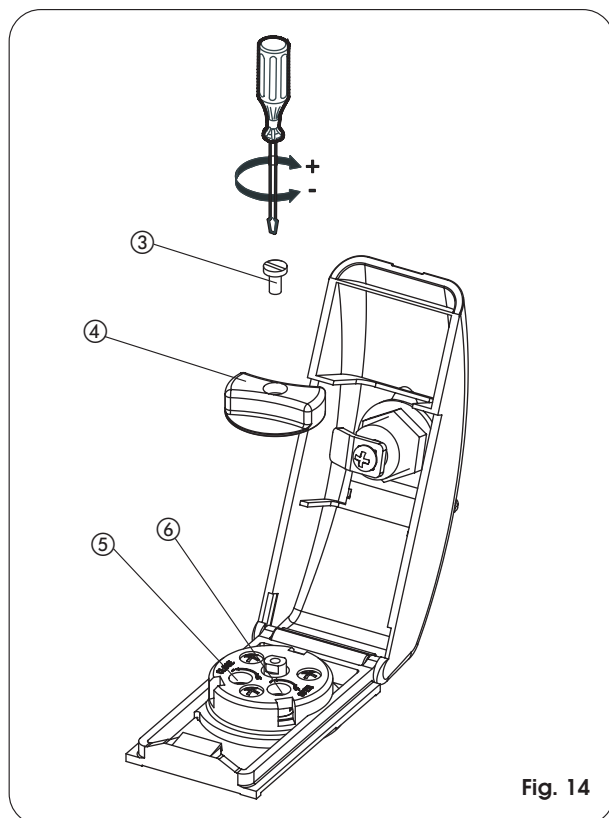

Fig. 14
- Til de afdekking op (Fig. 14).
- Haal de schroef (Fig. 14, ref. ③) waarmee de knop is vastgezet los, en haal de knop zelf weg (Fig. 14, ref. ④).
- Draai aan de regelschroeven van de kracht (overdruk) (Fig. 14, ref. ⑤ en ⑥) die op de aandrijving zitten.
- Na de regeling moet de knop weer worden teruggeplaatst (Fig. 14, ref. ④), door de schroef vast te draaien (Fig. 14, ref. ③).